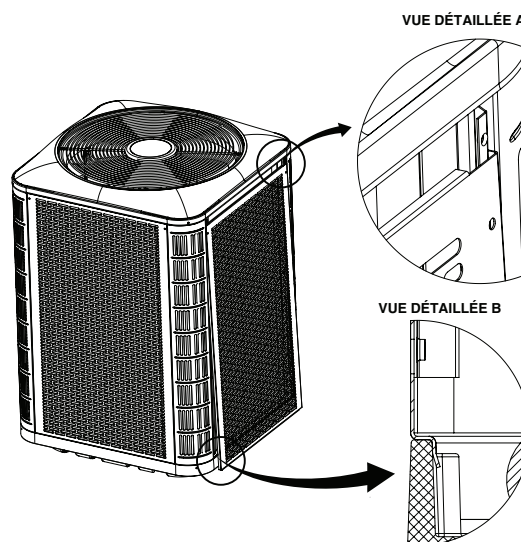

Figure 4. Installation du panneau
1. Insérez les coins supérieurs des brides latérales du panneau dans les rainures du montant de coin, tel que montré au Détail A de la Figure 4, (page 7).